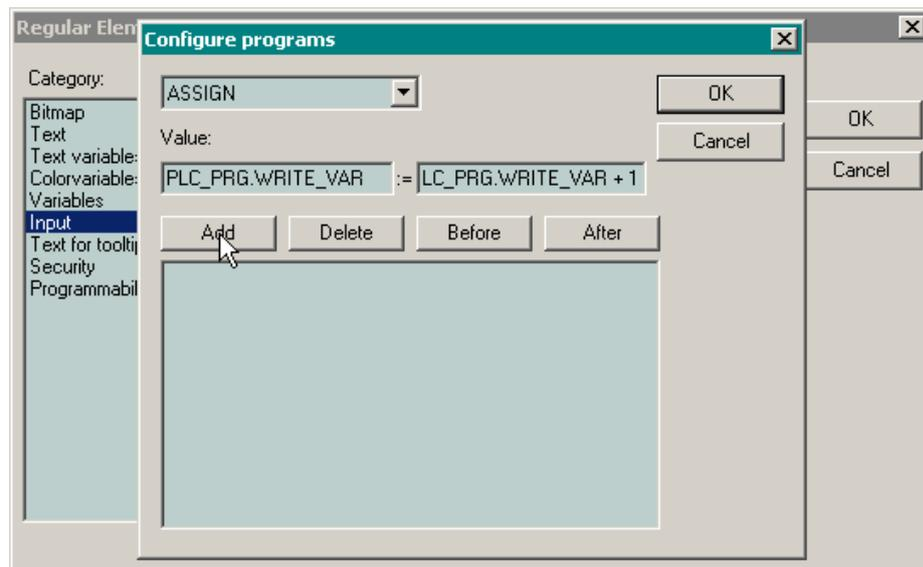

Рис. 85. Настройка действия ASSIGN
1. Отметьте флажок **Input-Execute program** и нажмите кнопку ... справа от сделавшегося доступным для редактирования поля ввода. На экран монитора будет выведена диалоговая панель **Configure programs**, показанная на рис. 85.